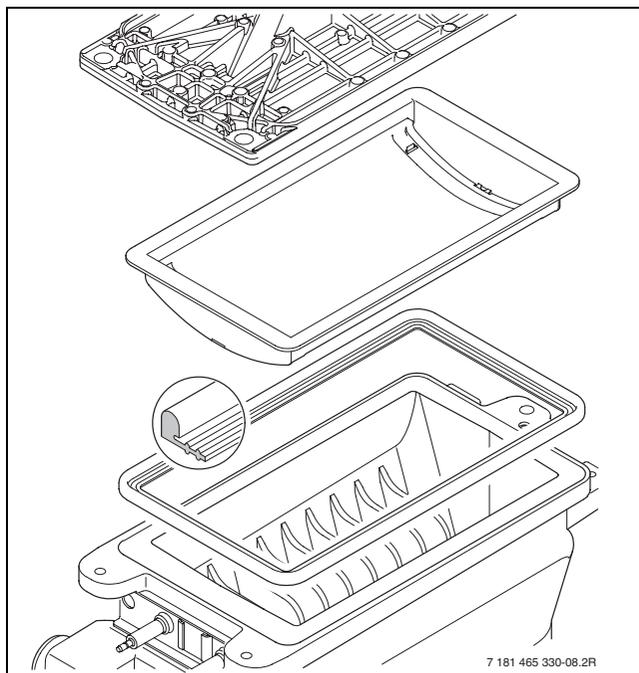

Fig. 67
- Estrarre il bruciatore e pulire i componenti (fig. 67).